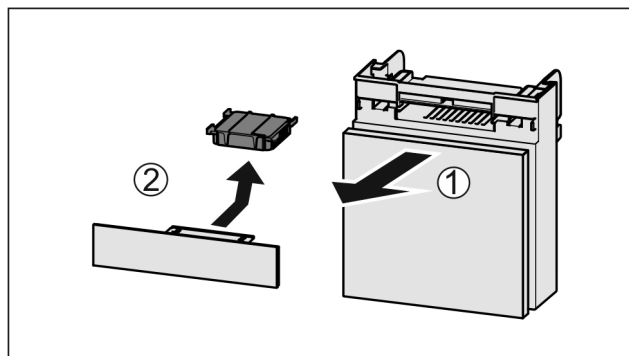

Fig. 118
- Extraire le compartiment par l'avant Fig. 118 (1).
- Sortir le filtre à charbon actif Fig. 118 (2).